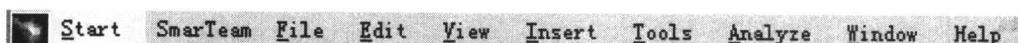

图 1-2 菜单栏
- (1) 窗口标题栏 显示正在设计的零件标题。
- (2) 树状目录 用树形结构化的目录来显示历史特征记录。
- (3) 菜单栏 如图 1-2 所示，主要包括 Start (开始)、Smar Team (Smar Team 系统)、File (文件)、Edit (编辑)、View (查看)、Insert (插入)、Tools (工具)、Analyze (分析)、Window (窗口) 和 Help (帮助)。